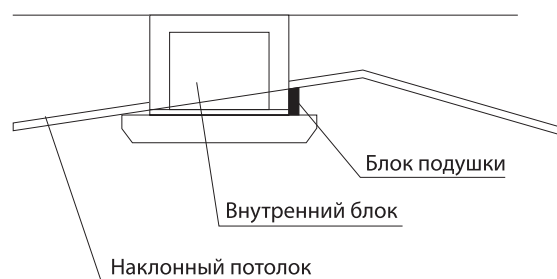

Рисунок 16 - Установка внутреннего блока на наклонном потолке
- Если внутренний блок устанавливается на наклонном потолке, то между потолком и панелью внутреннего блока должен быть установлен блок подушки, чтобы обеспечить установку устройства на ровной поверхности (см. рис. 16).